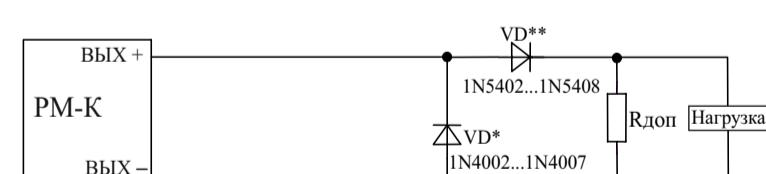

Рисунок 2
5.6 Для обеспечения контроля целостности выходных цепей в разрыв выходной цепи непосредственно к нагрузке должны быть подключены диоды или устройство подключения нагрузки (далее по тексту – УПН) (Рисунок 2).
5.9 При значении тока, протекающего через нагрузку во включенном состоянии выхода, менее 50 мА, для обеспечения контроля целостности выходных цепей параллельно нагрузке должен быть подключен резистор ( $R_{доп}$ ) (Рисунок 2).
1 – падение напряжения на диоде  $VD^{**}$  (Рисунок 2), В;